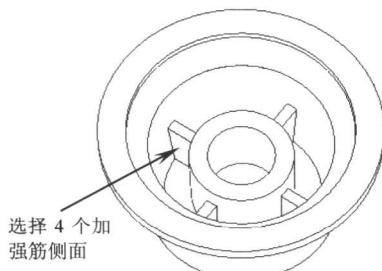
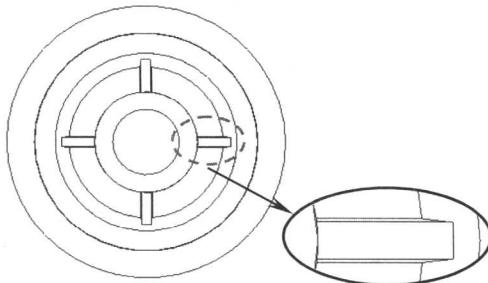

图2-14
图2-15
- 使用拔模角功能创建拔模角特征。选择图 2-14 所示的 4 个加强筋的侧面，然后设置拔模角度为“1”，结果如图 2-15 所示。